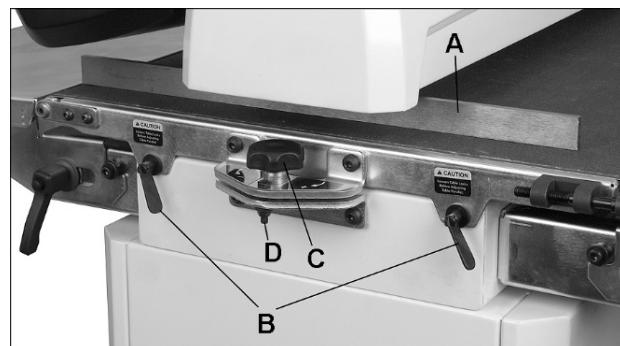

Рис. 8-4: выравнивание барабана
3. Установите линейку между барабаном и столом транспортера с внешней стороны барабана (A, Рис. 8-4).
3. Если в месте нахлеста при шлифовании видна борозда, ослабьте оба фиксатора стола (B, Рис. 8-4) и немного опустите внешнюю сторону стола с помощью ручки (C).
Примечание: при обработке узкой заготовки (шириной менее 560 мм) верните стол транспортера в положение, параллельное шлифовальному барабану. Поворачивайте ручку в противоположном направлении до касания со стопорной гайкой (D, Рис. 8-4). Стопорная гайка является упором для установки параллельности стола.